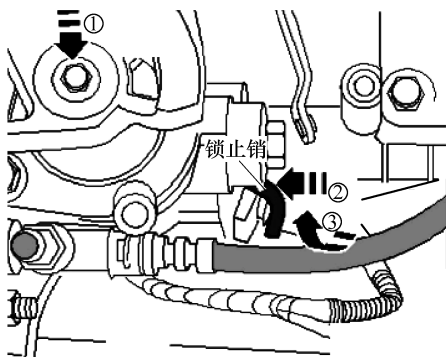

图 8-2-10 固定换挡轴
3) 如图 8-2-10 所示，沿箭头①方向按压换档轴，并在向下按压换档轴的同时，沿箭头③方向旋转锁止销。同时，沿箭头②方向将它按入，直至锁止销啮合在换档轴中。